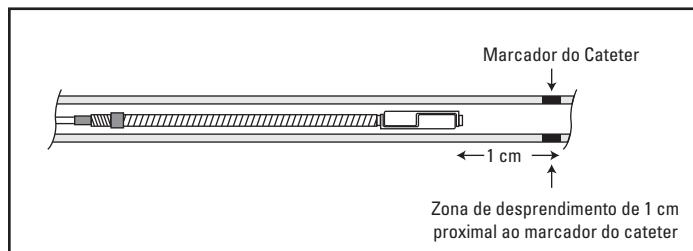

Figura 5. Avanço da Espiral IDC para a Posição de Pré-Liberação (microcateter com 1 marcador radiopaco)
- Microcateter com 1 marcador radiopaco:** Manobre a Espiral IDC sob fluoroscopia até que a zona de desprendimento da espiral seja de aproximadamente 1 cm proximal ao marcador de extremidade radiopaco do microcateter (Figura 5). Este procedimento coloca os braços de bloqueio aproximadamente 1 cm proximal à extremidade do microcateter. **Não avance mais o fio introdutor até estar preparado para soltar a espiral.**